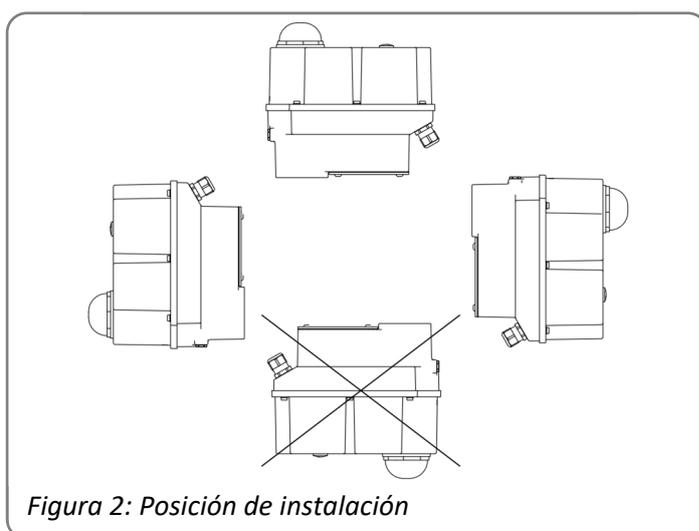

Figura 2: Posición de instalación
- La posición de instalación es arbitraria, con la excepción de la cubierta hacia abajo (figura 2).